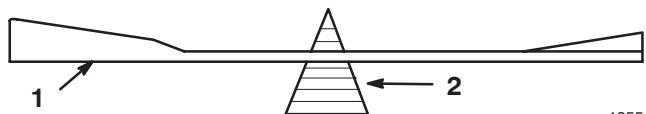

Figure 34
2. Vérifiez l'équilibre de chaque lame en la plaçant sur un équilibrEUR (Fig. 34). Si la lame reste horizontale, elle est équilibrée et peut être utilisée. Si la lame est déséquilibrée, limez un peu le dos de la lame. Répétez la procédure jusqu'à ce que toutes les lames soient équilibrées.